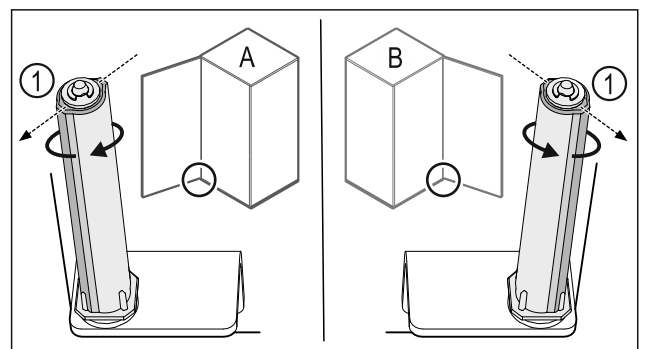

Fig. 39 Feste på venstre side (A) / feste på høyre side (B)
- ▶ Drei lukkesystemet mot motstanden til rillen på lukkesystemet Fig. 39 (1) peker utover.